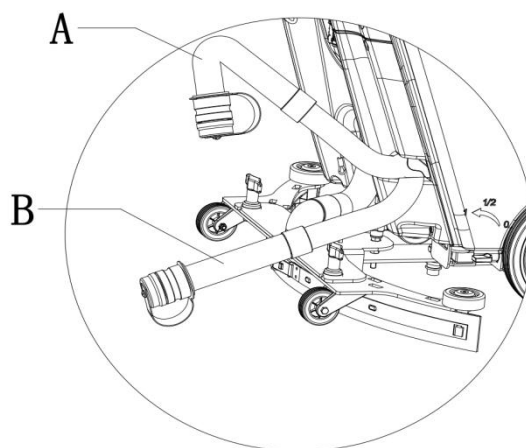

Figura 10
1. Tirare giù il tubo di drenaggio e piegare l'estremità superiore (come mostrato in A nella Figura 10). Tenere il tubo di drenaggio rivolto verso il basso sul pavimento e svitare il coperchio per svuotare il serbatoio (come mostrato in B nella Figura 10).
Assicurarsi che il tubo di drenaggio si a rivolto verso il basso sul pavimento (come mostrato in A o B nella Figura 10) per evitare che getti di acqua sporca investano l'operatore.